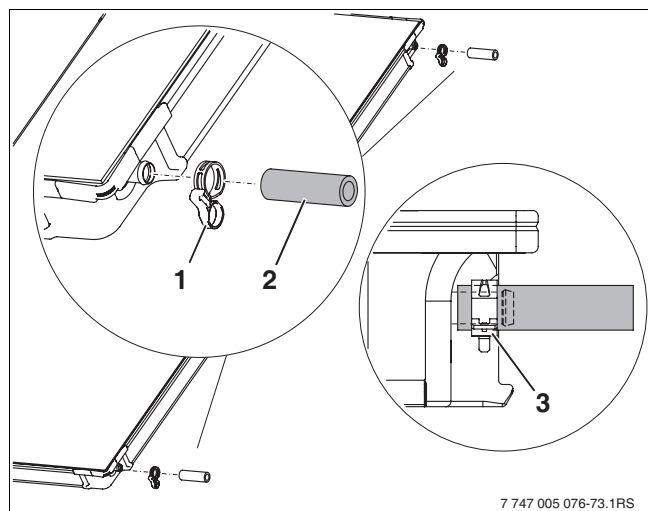

Fig. 58 Monter le kit de connexion
- Insérer les flexibles solaires 95 mm (fig. 58, [2]) sur les raccords droits du deuxième capteur.
- Glisser les brides du compensateur (fig. 58, [1]) sur le flexible solaire (la deuxième bride assurera le raccordement du capteur suivant).
- Une fois la bride placée correctement, serrer l'anneau de sécurité pour fixer la connexion (fig. 58, [3]).